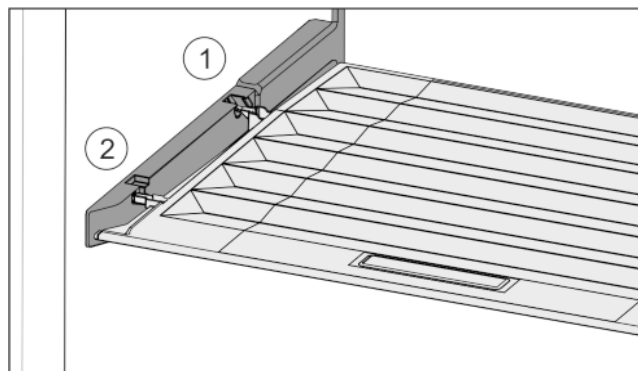

Fig. 30
- ▶ Introduzca los nervios de la tapa por la abertura en el soporte trasero Fig. 30 (1) y encájelos por delante en el soporte Fig. 30 (2).